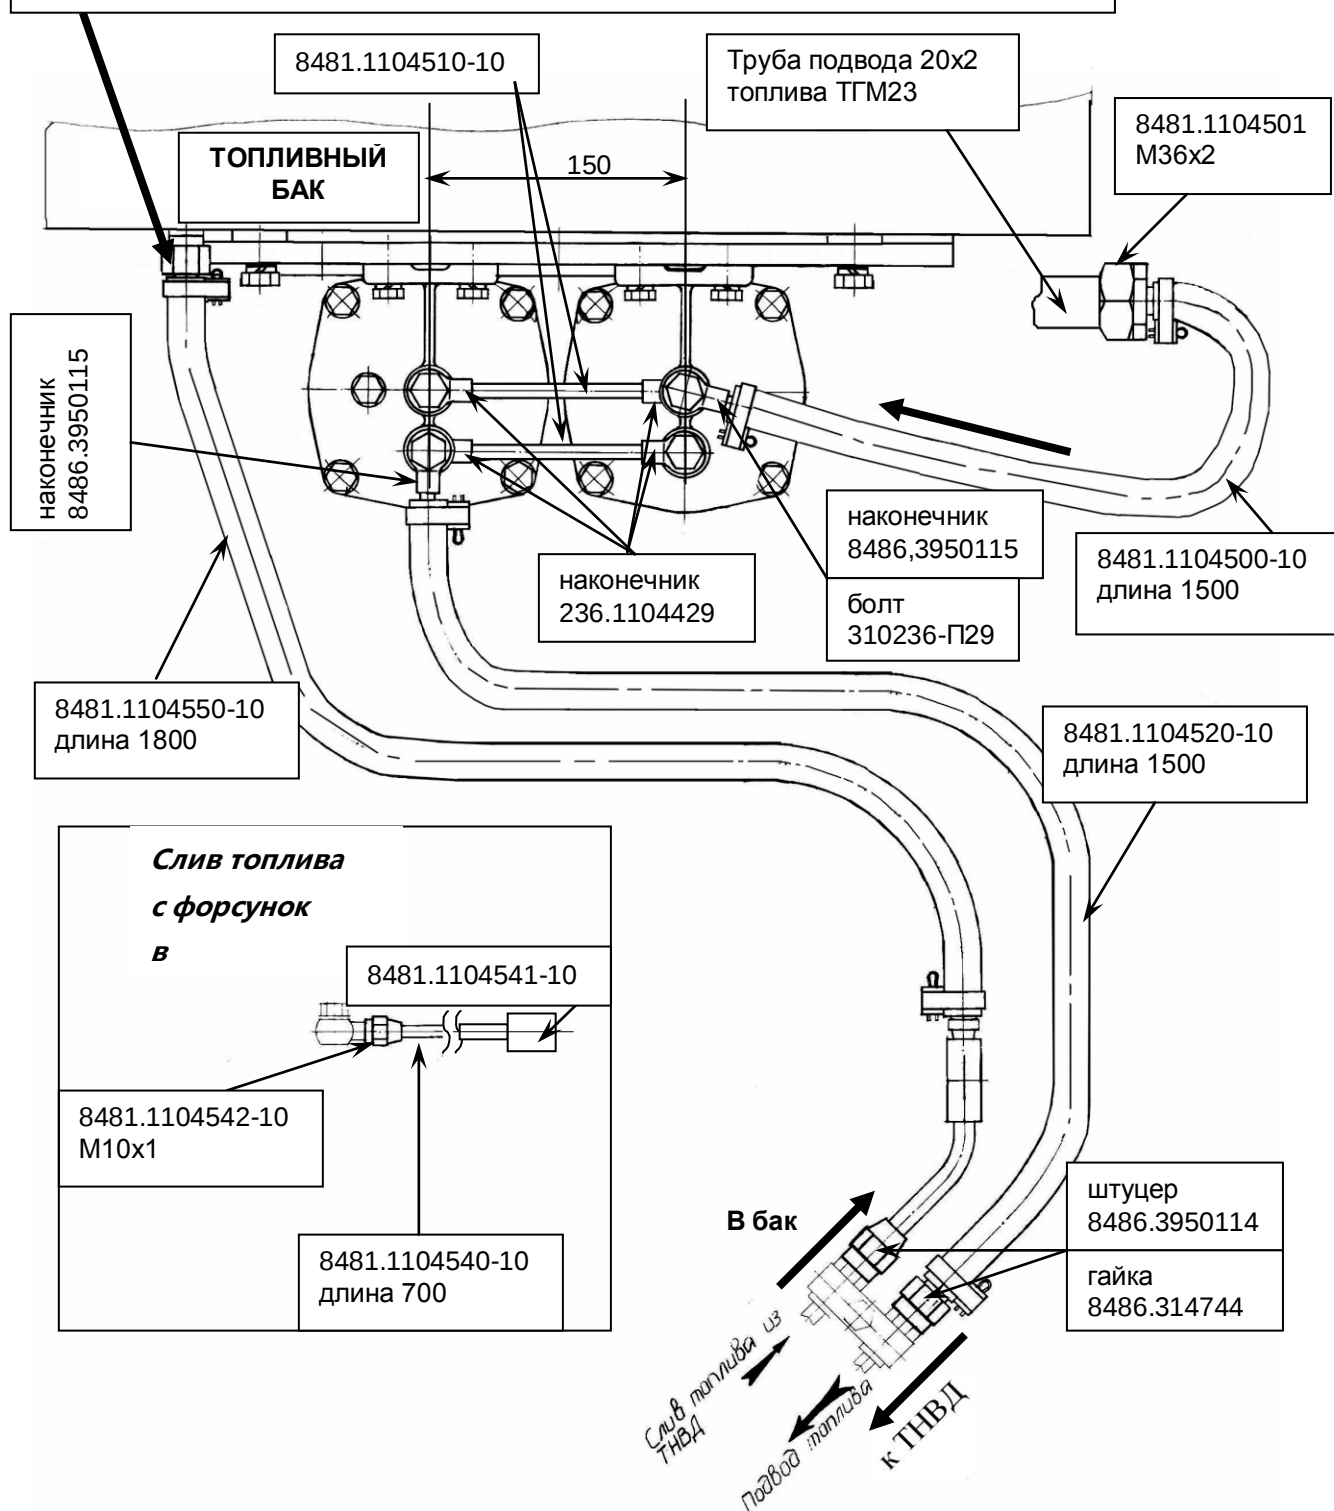

Рисунок 5 – Схема питания топливом
- 16) На бак устанавливаем топливные фильтры (см. Рисунок 5)